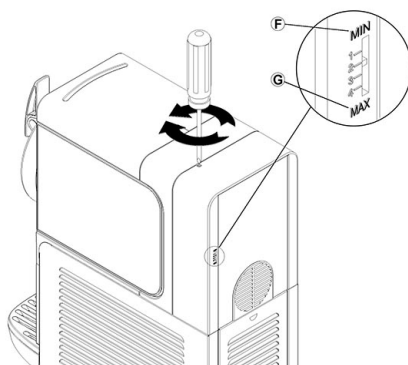

figura 2
- 2 Selezionare, per ogni contenitore, tramite i tasti (A) e (C) la modalità di funzionamento desiderata:
- Tasto (A) se si desidera raffreddare il prodotto senza ghiacciarlo
- Tasto (C) se si desidera ottenere granita.
- 1 **Regolazione della densità:** la densità ottimale della granita è stata regolata in fabbrica. Volendo variare tale densità girare con un cacciavite l'apposita vite di regolazione alloggiata in ciascuna delle pareti posteriori del distributore (vedere figura 2):